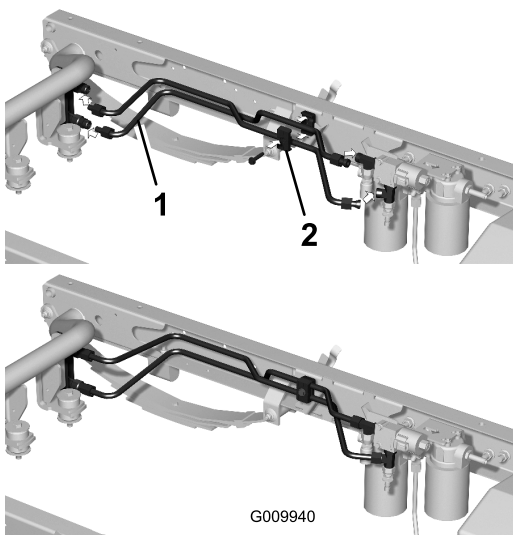

Рисунок 14
1. Подсоедините, не затягивая, гидравлическую линию к нижней быстросъемной муфте и заднему тройнику на клапане (Рисунок 14).
2. Подсоедините, не затягивая, гидравлическую линию к верхней быстроразъемной муфте и нижнему тройнику на клапане (Рисунок 14).
3. Закрепите жесткие гидравлические линии зажимами и винтом (5/16 x 1½ дюйма) и расположите зажимы, как показано на Рисунок 14.